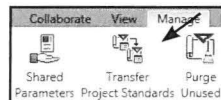

Fig. 02.13.
- Klik på *Manage - Transfer Project Standards* (Fig. 02.13).